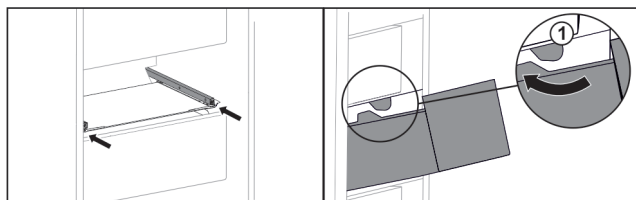

Fig. 37
- ▶ Poprowadzić szufladę wokół stoperów Fig. 37 (1).\*